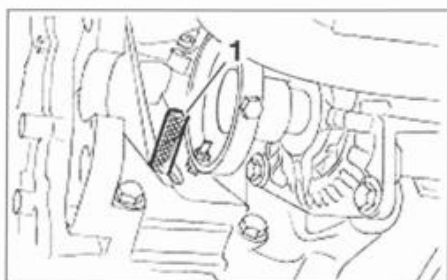
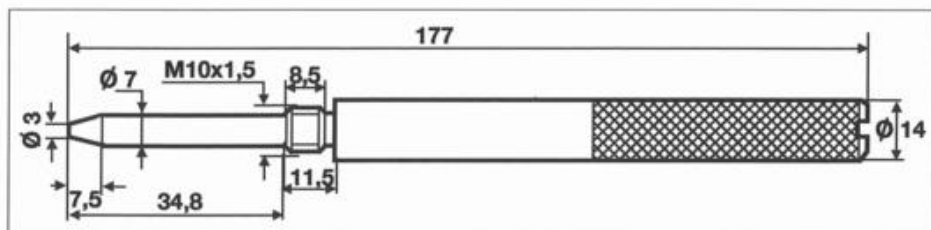

FIG. 12
FIG. 13
- Desmontar el tapón situado en la parte delantera derecha del bloque motor, delante del alternador y debajo de la bomba de inyección, y sustituirlo por un pasador apropiado (1) (fig. 12) (útil Ford 21-104, ver cotas de fabricación (fig. 13)).
- Girar el cigüeñal, en el sentido horario, para llevarlo al PMS en tope contra el pasador (1) (fig. 12).
- Montar de nuevo el pasador de calado del cigüeñal y continuar girando este último para hacer tope contra el pasador (la marca de la polea de cigüeñal debe estar alineada) (ver fig. 12).